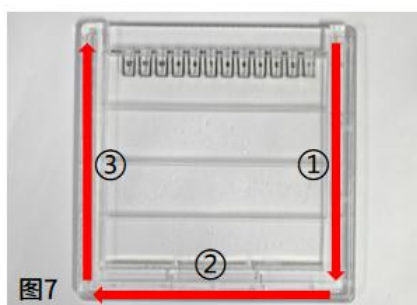

图7
④胶板的三个边（如图 7 所示）都需要按照此方法进行撬动，直至胶板两侧完全分开。